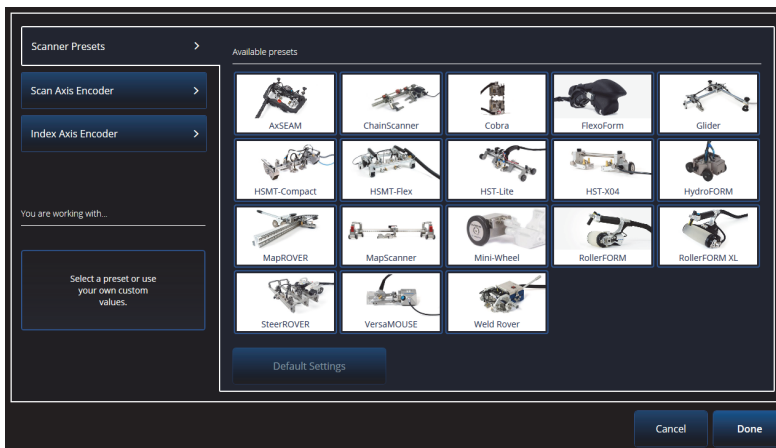

Abbildung 5-1 Auswahlliste für Scanner-Voreinstellungen
2. Wählen Sie **Scan > Inspection > Encoders** (Scan > Prüfung > Weggeber) aus, um auf den Weggeber-Einstellungen zuzugreifen, und stellen Sie die Weggeber-Parameter entsprechend der Spezifikationen ein (Abbildung 5-1 auf Seite 212). Sie können einen voreingestellten Scanner verwenden oder die Parameter für die Achse in diesem Menü bearbeiten.